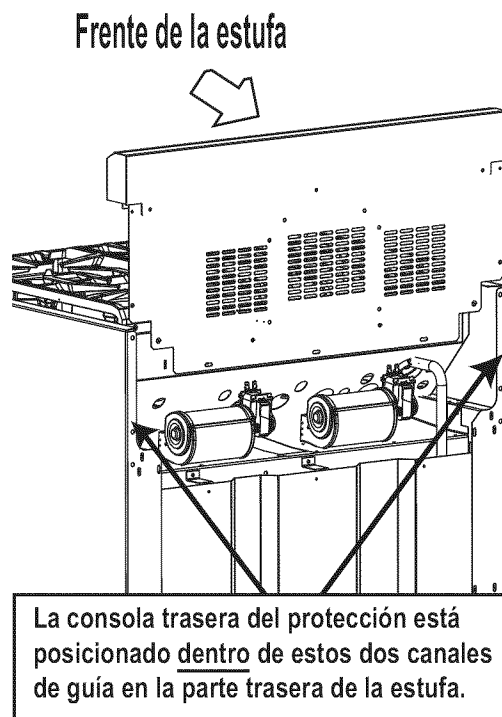

Figura 16: Posición de la consola de trasera de protección
- NO intente instalar la consola trasera de protección de Thermador, ya que tienen agujeros en la consola trasera para proveer (solo) un ventilador de enfriamiento [Vea figura 16].
- Se instala la consola trasera de protección adentro de los canales guía en la parte trasera de la estufa como se muestra en la Figura 16. (Quite el conjunto de la plancha para tener suficiente espacio libre de instalación en modelos que incluyen la plancha.) Usando un destornillador Torx tamaños T-20, fije la consola trasera con cuatro (4) tornillos de cabeza Torx a los paneles laterales de la estufa. La moldura no es necesaria en estufas de 48". El centro de la tira puede ser soportado por una pestaña del panel trasero, y no requerir un tornillo.
- En los modelos con estante para ollas se debe ensamblar primero el panel superior al armazón usando nueve (9) de los tornillos de cabeza torx incluidos. Para lograr suficiente fuerza de carga, USTED DEBE fijar dos (2) tornillos de cabeza Torx a través de las esquinas traseras de la parte superior al armazón.
- Para fijar el frente de la consola trasera, instale tres (3) de los tornillos de cabeza Torx a través del panel delantero inferior de la consola trasera en la brida de la parte trasera de la parrilla de la estufa.